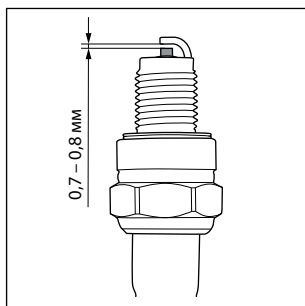

Рис. 17
6. Проверьте величину зазора между заземляющим и центральным электродами, используя специальный щуп. При необходимости установите зазор 0,7-0,8 мм (рис. 17).